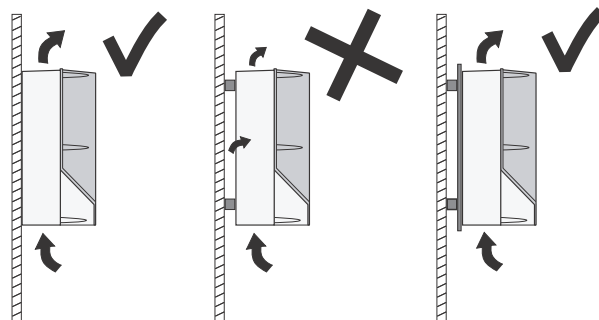

Fig. 3 CUE fixé directement au mur ou avec une plaque arrière
- Fixer le CUE directement au mur ou avec une plaque arrière. Voir fig. 3.